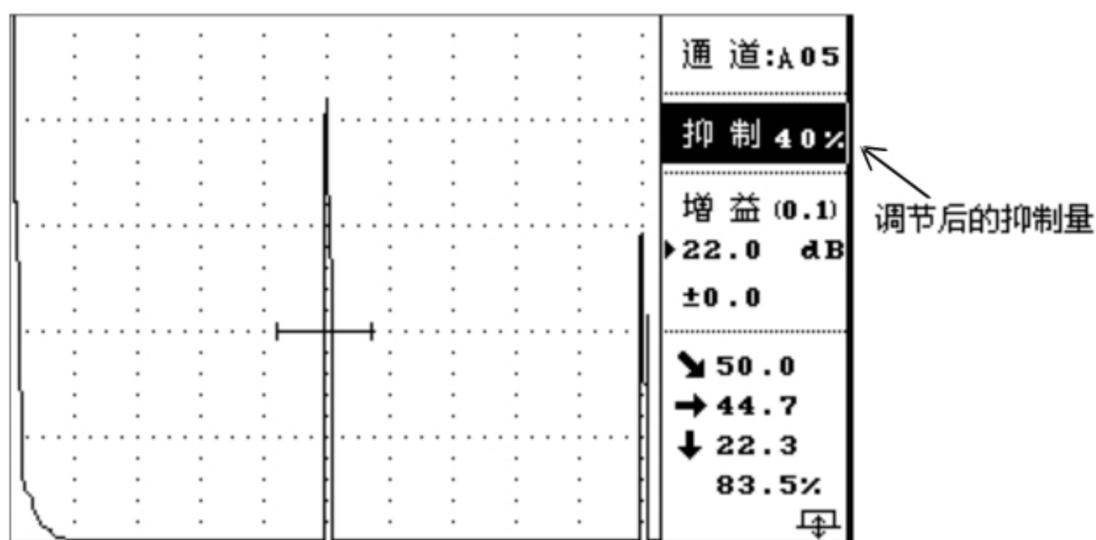

图 2-2-7
- ⑥ 按 **←** **→** 键或转动旋钮，调节抑制量，所显示的百分数即为抑制杂波的高度。最大抑制量为 80%。例如：图 2-2-7 为抑制量 40% 的波形图。